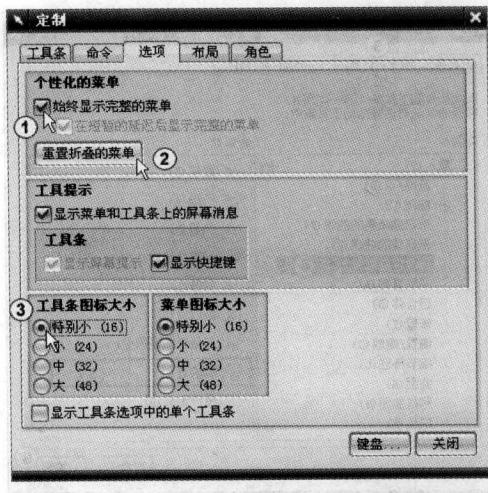

图 1-11 “选项”选项卡
4) 单击“选项”选项卡，如图 1-11 所示，该选项主要用来设定个性化菜单、工具条的图标大小和菜单的图标大小。